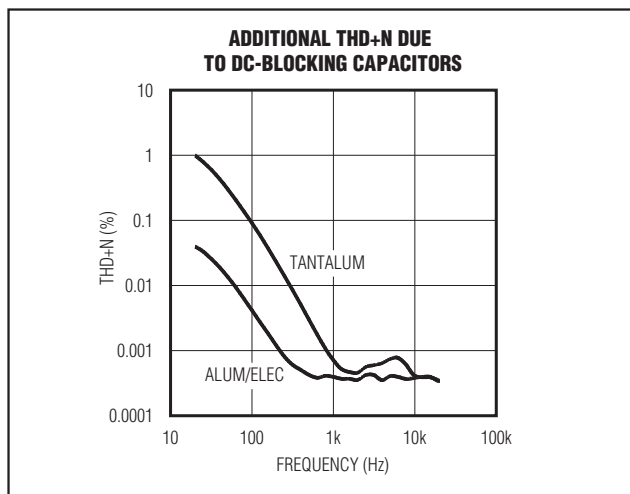

图3. 隔直电容引起的失真
- 2) 当电容两端电压变化时，容值随之变化，隔直电容的电压系数会导致音频再生信号失真。在-3dB频率点以下的低频范围内，容抗起主要作用，电压系数表现为失真随频率变化。图3给出了两种不同介质电容引入的THD+N。注意，在 100Hz 以下，THD+N增加很快。